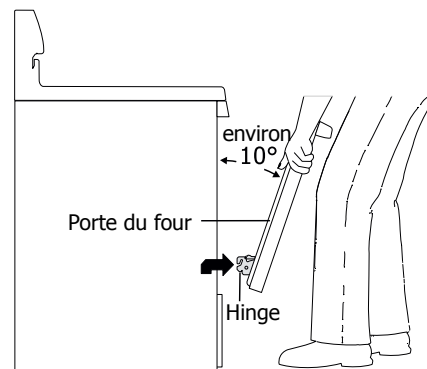

Fig. 3
3. Tenez fermement les deux côtés de la porte du four (n'utilisez pas la poignée de la porte; fig. 3).
1. Tenez fermement les deux côtés de la porte du four (n'utilisez pas la poignée de la porte; fig. 3).